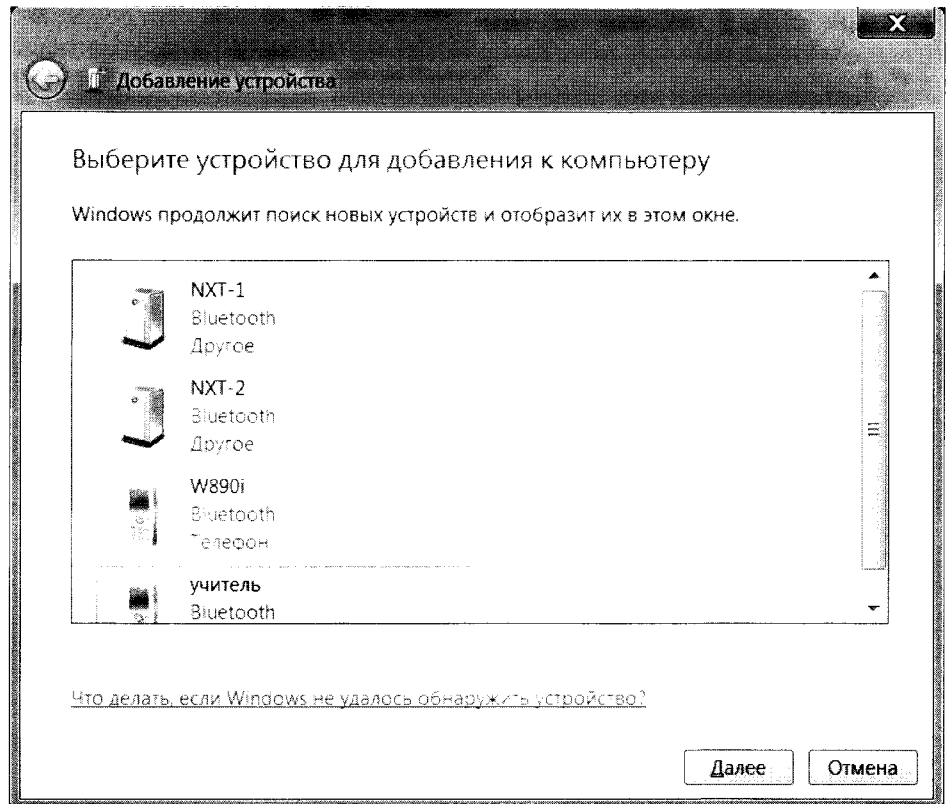

Рис. 246. Окно **Добавление устройства**
4. В появившемся окне выберите ваш телефон и нажмите кнопку **Далее** (рис. 246).